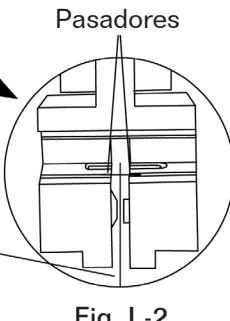

Fig. L-2
1. Para instalar la nueva segueta con cabo de pasador de 5 pul., primero inserte la segueta en el soporte inferior (7), y asegúrese de que los pasadores sean propiamente situados en las ranuras (Véase Fig. L-2). Entonces ponga la segueta en la ranura en el soporte de segueta superior (4). (Fig. L)
2. Apriete las perillas de sujeción de la segueta tanto superior (4) como inferior (6).
3. Para tensar la segueta (9), baje la palanca de tensión de la segueta (2). Controlar la tensión en la segueta. Si la tensión es demasiado apretado, gire la palanca de tensión de la segueta (2) en sentido antihorario. Si la tensión es demasiado floja, gire a la tensión de la segueta palanca hacia la derecha.
4. Incline la mesa atrás a 0° colocación de bisel y bloquee el botón de bloqueo de mesa (8). (Fig. H)